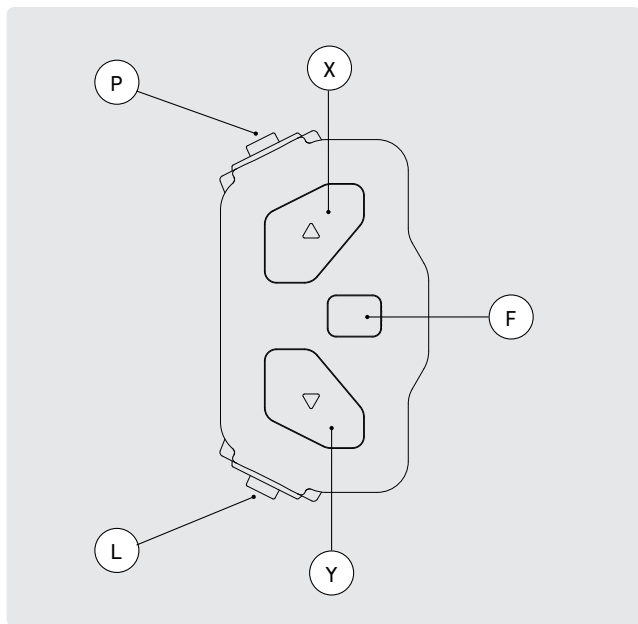

FIG. 19
Le guidon du Motor st pro porte un élément de commande pour l'utilisation du système d'entraînement. Une manette avec cinq touches situées sur le côté gauche du guidon, conformément à l'illustration dans la Fig. 19.
| Augmenter l'assistance                               | → Appuyez sur la touche X (Fig. 19).   |
| Diminuer l'assistance                                | → Appuyez sur la touche Y (Fig. 19).   |
- 3 Branchez la fiche d'accu du bloc d'alimentation au connecteur de charge de l'accu (Fig. 19). Dès que l'accu charge, les LED de l'accu commencent à clignoter.